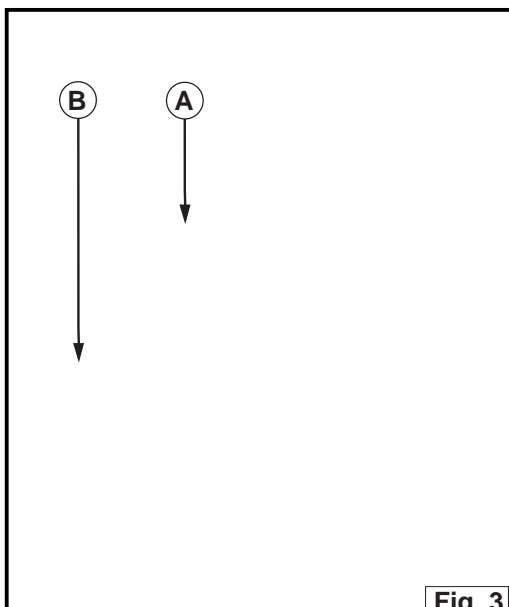

Fig. 3
6.2.3 Levigatura parte superiore del nastro abrasivo (fig. 3)
6.2.3 Sanding of the upper part of the sand belt (fig. 3)
7.3. ASPIRAZIONE (fig. 3)
7.3. SUCTION SYSTEM (fig. 3)